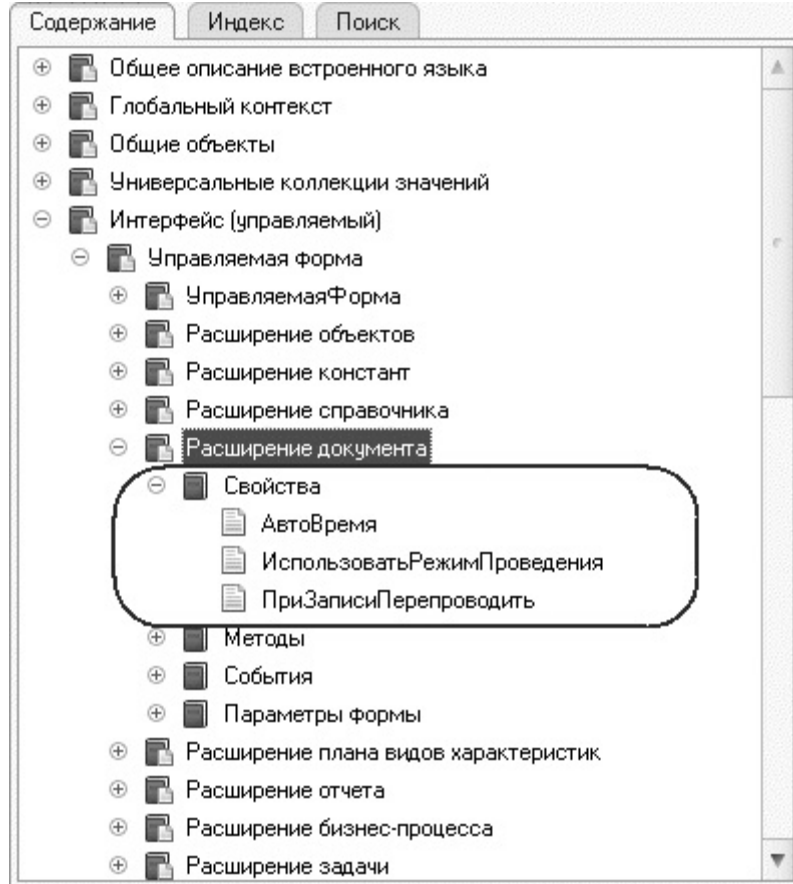

Рис. 5.23. Список свойств объекта «Расширение» управляемой формы для документа в синтаксис-помощнике
- Есть ли у расширения формы свойство *СтрокаТабличнойЧасти*? Мы знаем, что основной реквизит формы содержит данные объекта *ДокументОбъект.ПриходнаяНакладная* (см. рис. 5.21). Следовательно, в модуле формы становятся доступны свойства, методы объекта встроенного языка *Расширение управляемой формы для документа* (синтакс-помощник – *Интерфейс (управляемый)* > *Управляемая форма* > *Расширение документа*). Посмотрим на них (рис. 5.23).